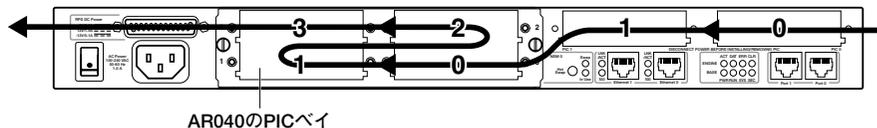

図 4.5.1：物理インターフェース番号の順番
- ・ インターフェース番号は、図 4.5.1 の矢印の向きに大きくなります。
- ・ 同一の PIC を複数取り付けた場合、同一の PIC のインターフェース番号は、図 4.5.1 の矢印の向きに沿って 1 ずつ増加します。